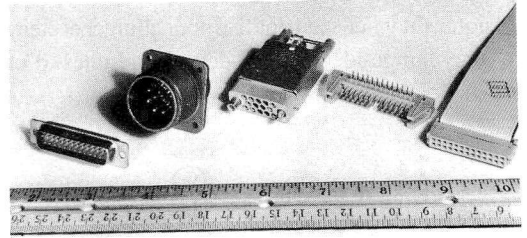

Figure 1.103 - Une sélection de connecteurs multi-points répandus.
**Connecteurs multi-points.** Les appareils électroniques font souvent appel à des câbles et des connecteurs multi-points. Il y en a, littéralement, des douzaines de sortes différentes. L'exemple le plus simple est une fiche secteur à trois points. Parmi les types les plus répandus figurent l'excellent sub-D, la série Winchester MRA, le vénérable type MS, et les connecteurs pour câble plat HE10 (figure 1.103).